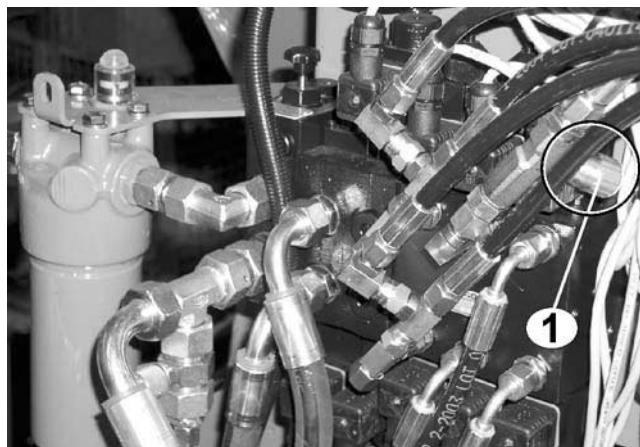

Fig. 38
- Mit der Einstellschraube (Fig. 38/1) der Drossel am Hydraulikblock ist die Geschwindigkeit des Anhebens des Limiters zu bestimmen. Werksseitig ist diese so eingestellt, dass sich der Limiter langsam anhebt.